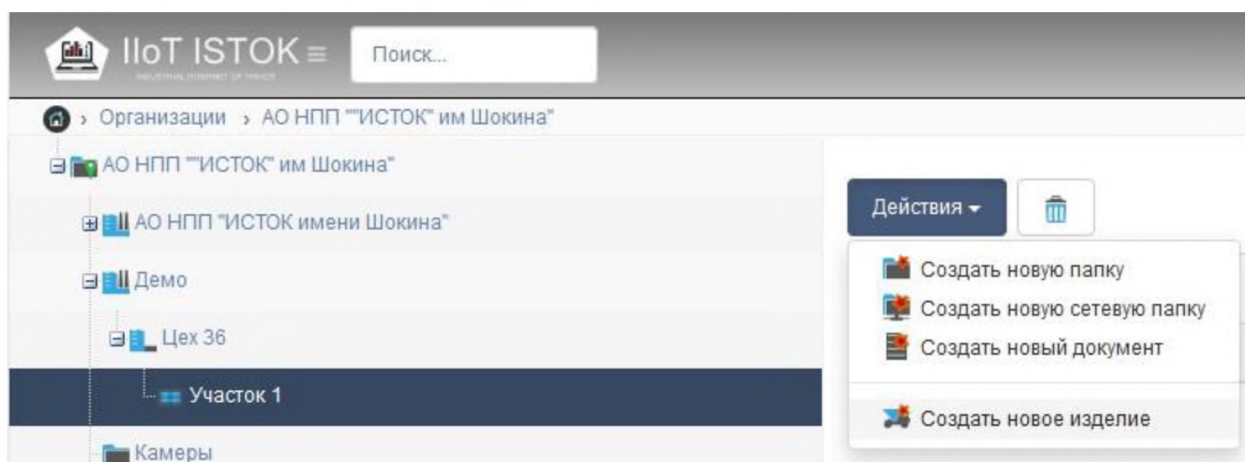

Рисунок 64 – Создание нового изделия
- 1) Выделите созданный участок слева в дереве папок и нажмите **Действия, Создать новое изделие** (рис. 64).